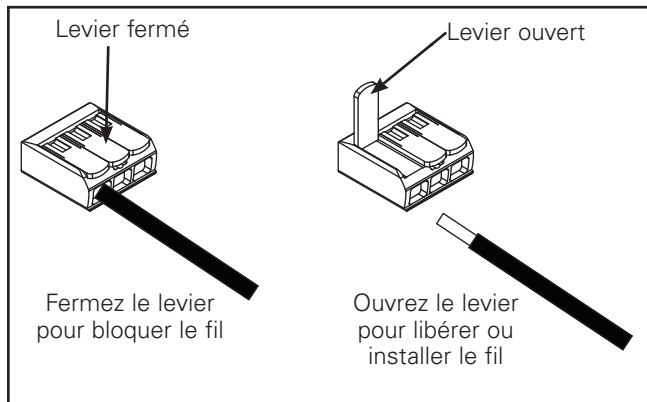

Figure 16
4. Branchez les fils d'alimentation principale aux fils principaux de la boîte de jonction (ligne, neutre et terre) dans le luminaire à l'aide des capuchons de connexion fournis. (Figure 16). Assurez-vous qu'il n'y a pas de fil dénudé sortant du capuchon de connexion.
5. Soulevez la languette orange sur le capuchon de connexion pour libérer le fil et fermez pour bloquer le fil en place. (Figure 16).